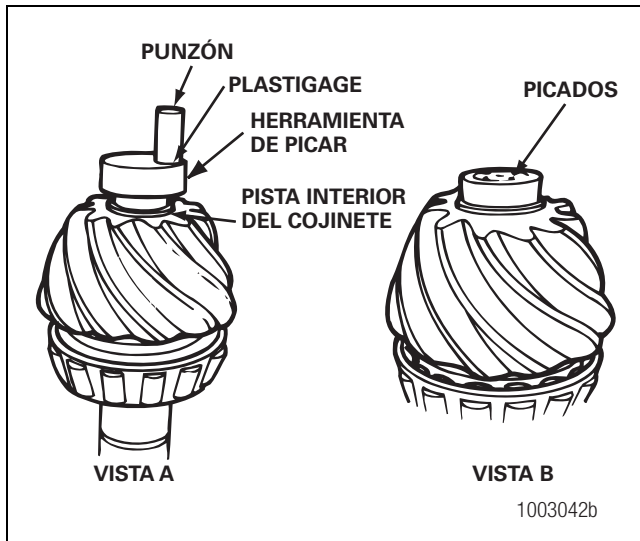

Figura 5.11
- Coloque la herramienta de picado sobre la pista del cojinete. Corte un trozo de una pulgada (25 mm) de la tira de "plastigage" verde y colóquela entre el punzón y la herramienta de picado. No hay necesidad de usar el "plastigage" para cada picado. No use el "plastigage" hasta que esté seguro que está golpeando el punzón con la fuerza adecuada. Figura 5.11.
- Golpee el punzón con un martillo de latón de dos a tres libras (0.9-1.4 kg) para recalcar el extremo del vástago del piñón. Quite la tira y mida el espesor contra el calibrador en la envoltura en que vino la tira. El espesor de la tira no debe ser menos de 0.003 de pulgada (0.0762 mm). Este espesor muestra que se está empleando suficiente fuerza al golpear el punzón. Si la tira es demasiado delgada, entonces deberá golpear el punzón con más fuerza para que el picado mantenga la pista en su lugar. Gire la herramienta y repita este procedimiento hasta que haya seis marcas de picado equidistantes alrededor del vástago. Figura 5.11.